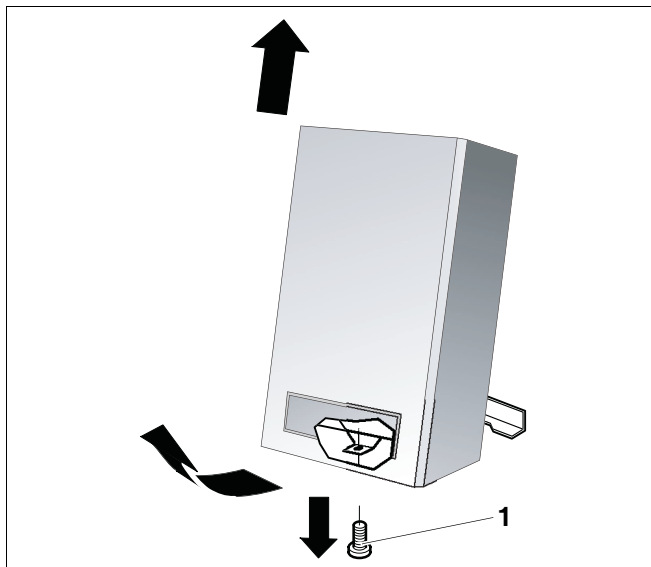

Abb. 7 Kesselverkleidung abnehmen
Wenn Sie den Heizkessel vorne greifen möchten, nehmen Sie vorher die Kesselverkleidung ab (Abb. 7, Seite 18).
- Halteschraube der Kesselverkleidung lösen (Abb. 7, Pos. 1).